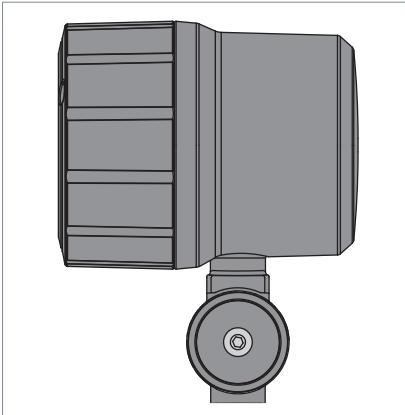

Fig. 4: Gelenk und Gelenkschraube.
- ▶ Bei einer Leuchte mit Gelenken: Ziehen Sie jede Gelenkschraube an, bis die Leuchte in der gewünschten Einstellung verhardt, siehe Fig. 4.